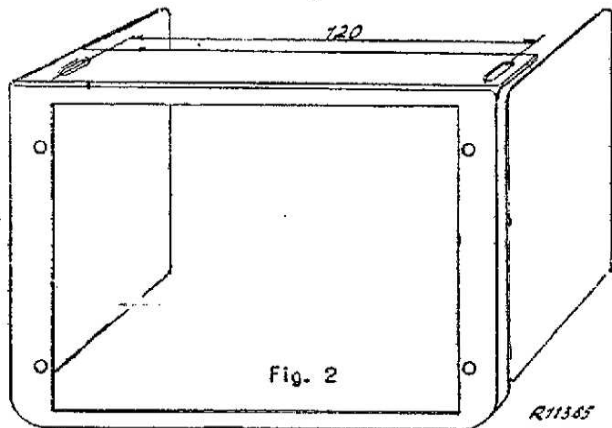

Fig. 2
- Bevestiging onder het dashboard door middel van een speciale ophangbeugel. (Fig. 2).